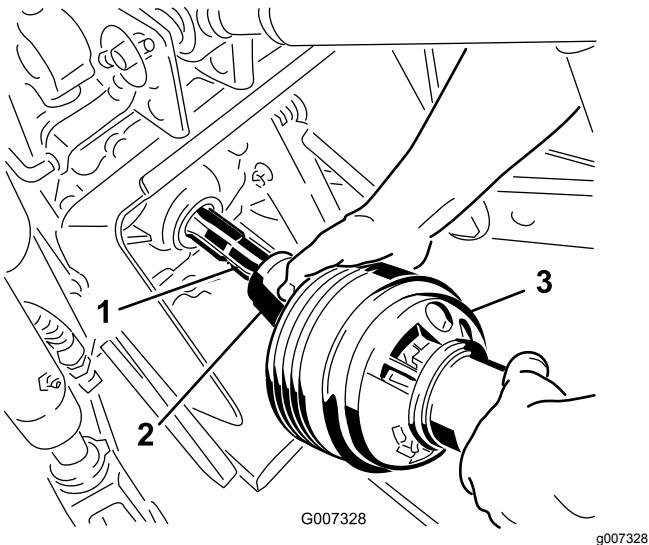

Figura 24
3. Ligue o veio da tomada de força ao veio da tomada de força do trator (Figura 24).